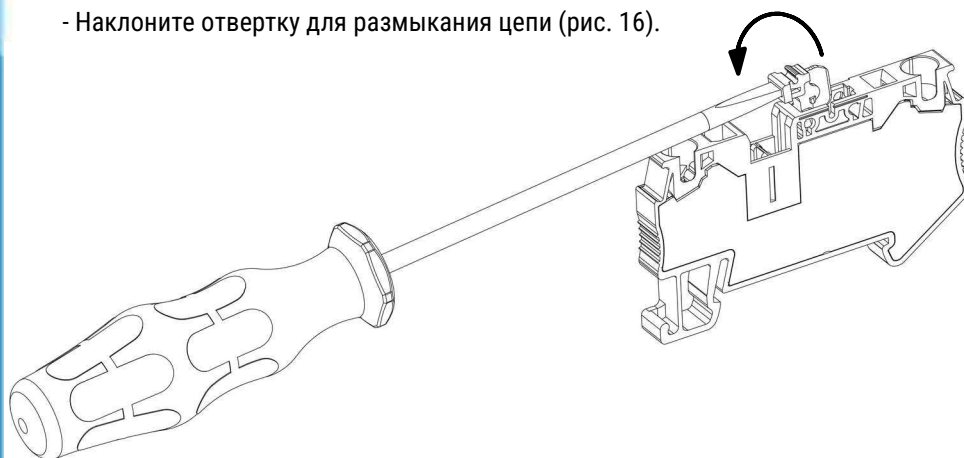

Рисунок 16 - клемма с размыкателем в разомкнутом положении
- Наклоните отвертку для размыкания цепи (рис. 16).